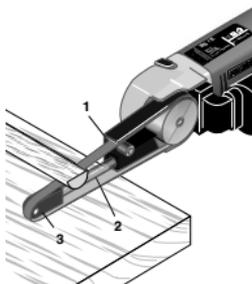

Fig. 3
2. Die Schleiffläche **2** (Fig. 3) eignet sich besonders zum Bearbeiten von planen Flächen. Mit der Schleiffläche **1** bearbeitet man am besten Rundungen. Die Stirnseite **3** ist geeignet für Arbeiten an engen Öffnungen und Vertiefungen.